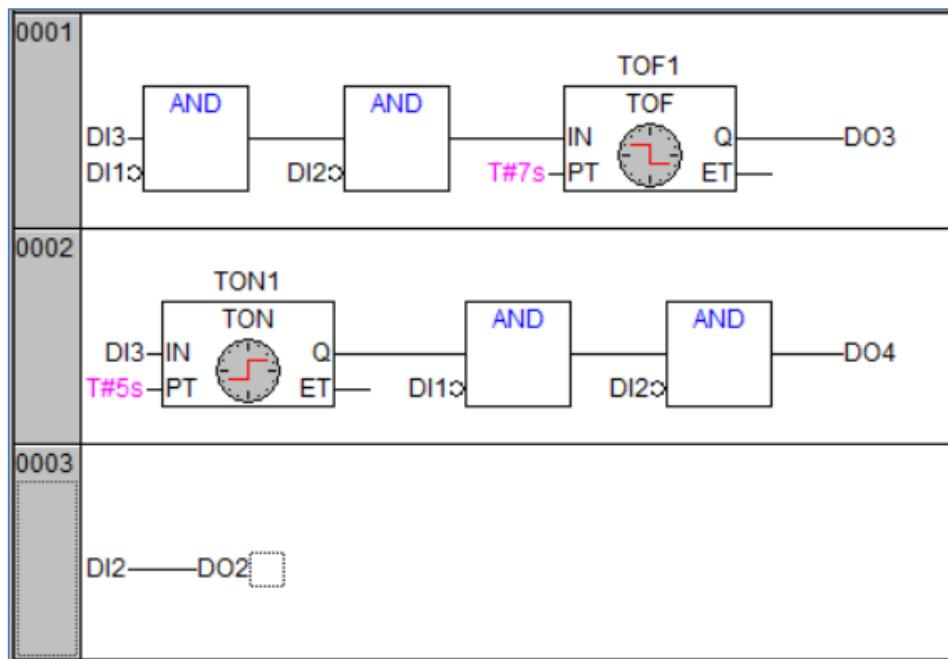

Рис. 26. Реализация практического задания №2 на языке FBD для ПЛК
- Реализация на языке FBD. Для реализации данного алгоритма необходимо написать программу, представленную на рис. 26. Также как и в прошлый раз, необходимо объявить локальные переменные с помощью команд, представленных в лист. 6.